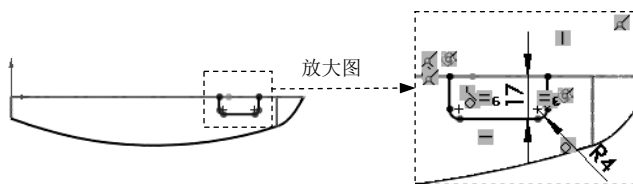

图 6.15.16 草图 8
Step14. 创建如图 6.15.16 所示的草图 8。选取上视基准面作为草图基准面, 绘制如图 6.15.16 所示的草图 8。